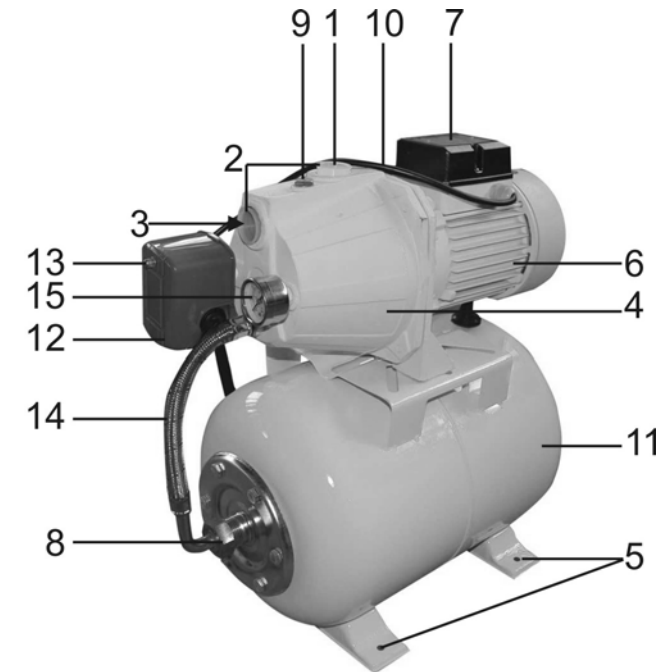
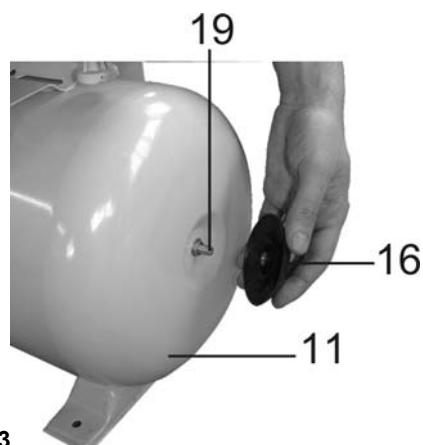

Рис.1
Рис.3
6. УСТРОЙСТВО СТАНЦИИ (Рис.1)
- Извлечь заглушки 2 (Рис.1)
- В отверстия нагнетательного и всасывающего патрубка 1 и 3 (Рис.1), соответственно, установить штуцера или другие соединительные элементы трубопроводной системы (не комплектуются), обеспечив герметичность соединения.
8.1. Принцип работы (Рис.1)
После включения насосной станции вода заполняет систему от обратного клапана до потребителя. После прекращения отбора воды потребителями давление воды в системе растет до верхнего предела настройки реле давления 12. Реле давления 12 выключает насос. При открытии потребителем крана, вода поступает из расширительного бака 11 под давлением. По мере расхода воды давление в системе падает до нижнего предела настройки реле давления 12, после чего реле давления 12 вновь включает насос. Вода поступает к потребителю и в расширительный бак 11. При повышении давления в системе, реле давления 12 снова выключает насос. Пока есть расход воды из системы, циклы включения и выключения повторяются. Расширительный бак 11 служит для аккумуляции воды под давлением и сглаживания гидроударов. Он состоит из стального резервуара со сменной резиновой мембраной и имеет пневмоклапан 19 (Рис.3) для закачивания сжатого воздуха.
8.2.1. Убедитесь, что в расширительный бак 11 закачан воздух под давлением 1,5 атм (Рис.3) с помощью обычного автомобильного манометра (не комплектуется). При меньшем давлении снимите крышку 16 и через пневмоклапан 19 закачайте воздух в расширительный бак 11 обычным автомобильным насосом (не комплектуется) (Рис.3). При транспортировке насосной станции заводские настройки реле давления 12 (Рис.1) могут сбиться, поэтому нужно учесть что давление закаченного воздуха в баке 11 (Рис.1) должно быть на 0,1 атм ниже, чем давление включения насоса. Это необходимо для максимально эффективной работы расширительного бака 11 (Рис.1).
8.2.3 Через заливное отверстие, закрытое болтом 9 (Рис.1), заполнить насос водой. Для этого необходимо открутить болт 9 (Рис.1).
8.2.4. После заполнения насоса водой, герметично закрутите болт 9 (Рис.1).
8.3.4.Исключите попадание воды на двигатель 6 и на клемную коробку 7 (Рис.1).
8.4.1. Отключите шнур питания 10 (Рис.1) от источника электрического тока
8.4.2. Открутите гайку 13 и снимите крышку реле давления 12 (Рис.1).
8.4.4. Закрепите крышку реле давления 12 гайкой 13 (Рис. 1).
8.4.5. Включите станцию и, ориентируясь на показания манометра 15, проверьте правильность регулировки (Рис.1).
9.2. В случае заморозков из насоса необходимо слить воду через сливное отверстие, закрытое болтом 8 (Рис.1). Для станций модели БЦС – 1,00-40-УЗ - открутите болт для слива воды. Для слива воды из станций модели БЦС – 0,70-32-УЗ и БЦС – 0,83-42-УЗ необходимо открутить гайку 8* (Рис.1)
9.4. Ежемесячно проверяйте давление воздуха в расширительном баке 11 (Рис.1) (см.п.8.2.1).